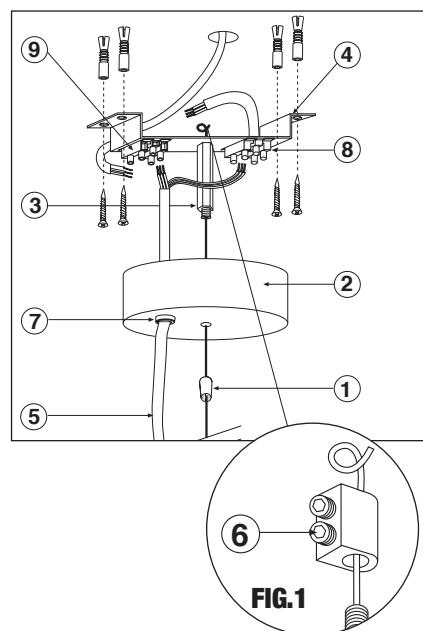

FIG.1
- I** - Contrassegnare la posizione di fissaggio morsetti di sospensione a soffitto, quindi fissare morsetti E tramite tasselli/viti adeguate (non in dotazione). Fig.1
- GB** - Mark the fixing positions of ceiling suspension terminals, then fix terminals E with dowels/screws (not supplied) Fig.1
- F** - Marquez les positions de fixation des bornes de suspension au plafond, puis fixer les bornes E avec chevilles/vis (non fournies) Fig.1
- D** - Markieren die Befestigungspositionen der Deckenabhangung Terminals, dann fixieren Klemmen E mit Dübel/Schrauben (nicht mitgeliefert). Fig.1
- Agganciare l'estremità della fune di sospensione in acciaio con il morsetto in dotazione. FIG.1
- Accertarsi che le viti "6" che fissano la fune di sospensione in acciaio sopra perno "3" siano ben serrate. FIG.1
- Hook the end of the steel suspension cable with the terminal block. FIG.1
- Make sure that the screws "6" which fix the aluminium suspension cable on the pin "3" are tightened thoroughly. FIG.1
- Accrocher l'extrémité du câble de suspension en acier avec la borne fournie. FIG.1
- S'assurer que les vis "6" qui fixent le câble de suspension en aluminium sur le pivot "3" aient été serrées bien. FIG.1
- Das Ende des stahlernen Hängekabels mit der Anschlußklemme befestigen. FIG.1
- Vergewissern das die Schrauben "6" die das Hängekabel aus Aluminium auf der Fixierstift "3" befestigen gut angedreht werden sind. FIG.1